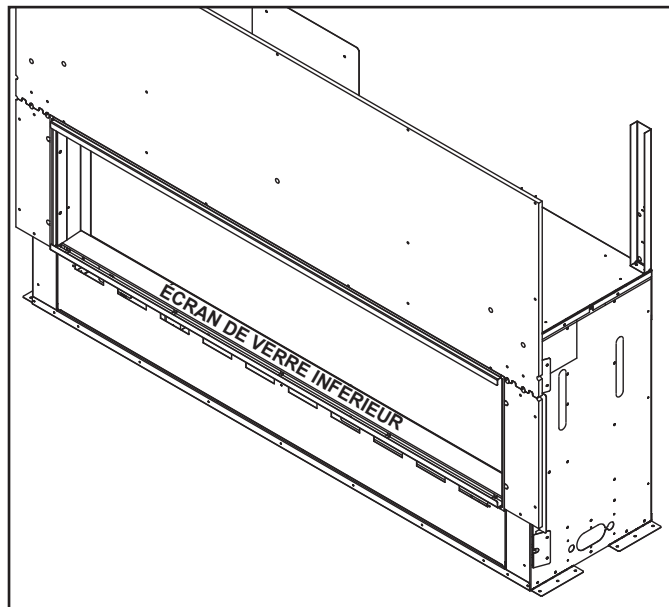

Figure 11.2 Emplacement du panneau inférieur en verre
2. Enlevez l'écran inférieur en verre. Voir la figure 11.2.
Enlevez le matériel d'emballage sous ou dans la boîte à feu. Vérifiez que tous les composants sont avec le foyer. Déballez l'écran inférieur en verre et remplacez-le au même endroit, comme il est indiqué à la Figure 11.2.